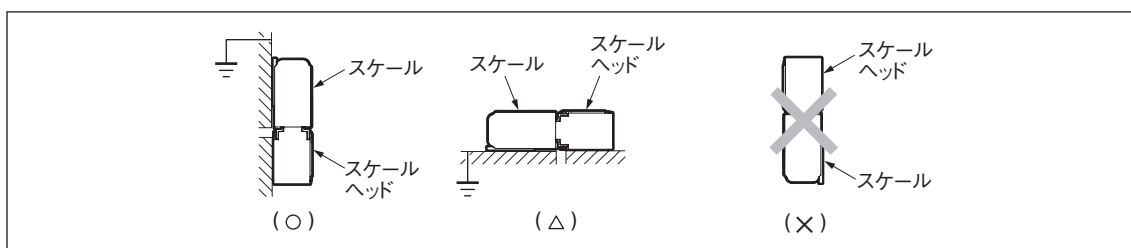

図 3-2
- ・ 有効長 (ML) を超えてスケールヘッドを動かすと破損します。スケールヘッドの移動は必ず有効長範囲内としてください。
- ・ スケールユニットは、スケールがスケールヘッドの上側になるように取付けてください。上側が不可能な場合、横向きとしてください。(図 3-2)